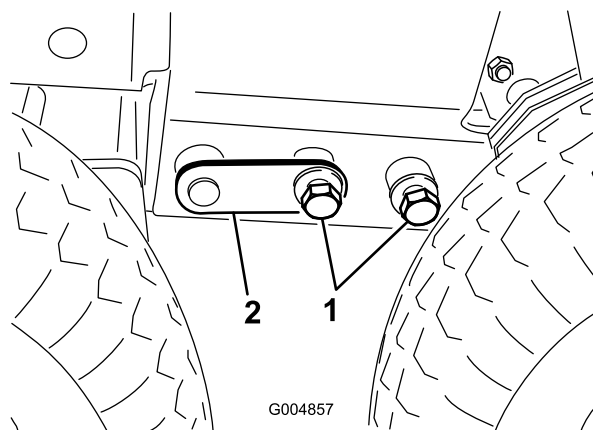

**Рисунок 110**
33. Отрегулируйте напольный домкрат так, чтобы совместить его с отверстиями диаметром 2,5 см в раме, и установите соединительный штифт с каждой стороны (Рисунок 110).